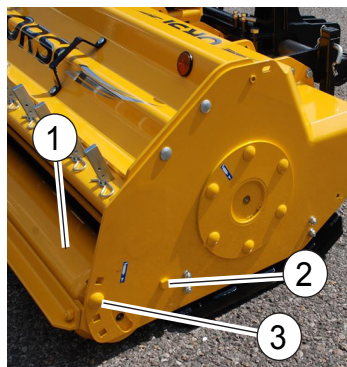

Fig.20
- Avvicinare il rullo di appoggio (1, "Fig.20") completo di staffe di fissaggio alla fiancata.
- Inserire dalla parte esterna le viti (2, "Fig.20") e (3, "Fig.20") nei fori della struttura.
- To approach the roll of complete support (1, "Fig.20") of stirrups of fixing to the broadside.
- Insert the screws from the outside (2, "Fig.20") and (3, "Fig.20") in the holes of the structure.
- Approcher le rouleau d'appui (1, "Fig.20") complet d'étriers de fixation au côté.
- Insérer de la partie extérieure les vis (2, "Fig.20") et (3, "Fig.20") dans les trous de la structure.
- Der Stutwalze nähern zu der Seite mit Befestigungswinkel (1, "Fig.20").
- Setzen Sie die Schrauben von außen(2) und (3) in den Löchern der Struktur.
- Acercar el rollo de apoyo (1, "Fig.20") completo de estribos de fijado al costado.
- Insertar de la parte exterioriza las vides (2) y (3) en los agujeros de la estructura.
- Aproximar o rolo de apoio (1, "Fig.20") completo com suportes de fixação ao painel lateral.
- Introduzir parafusos (2) e (3) do exterior nos orifícios da estrutura.